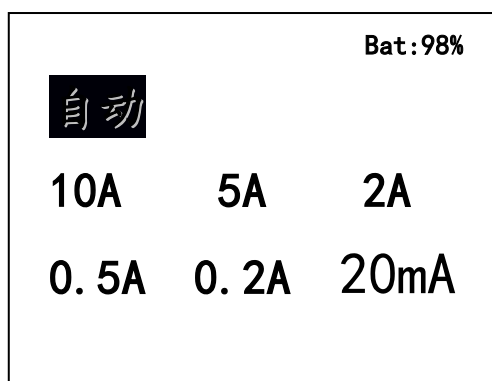
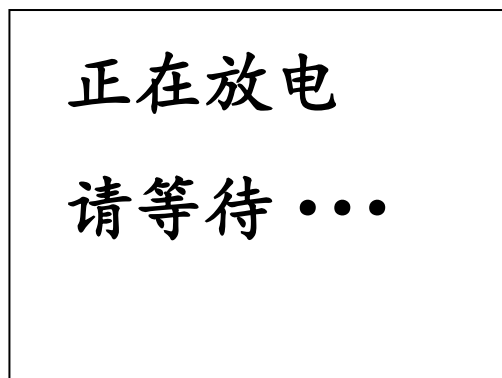

图 3
图 5
1) **选择电流**：进入此菜单，如图 3
测量结束后，按“取消”返回上一级菜单。仪器放电完毕后如图 5，返回图 3 菜单。